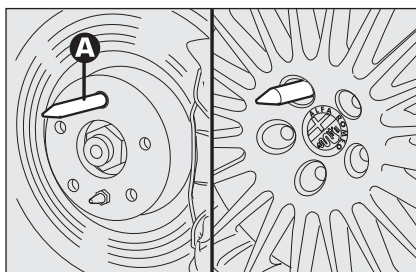

fig. 13
- ☐ avvitare il perno di centraggio **A-fig. 13** in uno dei fori dei bulloni di fissaggio presenti sul mozzo ruota;
- ☐ svitare il perno di centraggio **A-fig. 13** ed avvitare l'ultimo bullone di fissaggio;